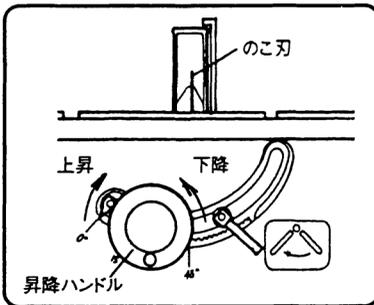

図 28
- (1) 昇降ハンドルを右にまわし、のこ刃を最大切込み位置にセットします。(図28参照)